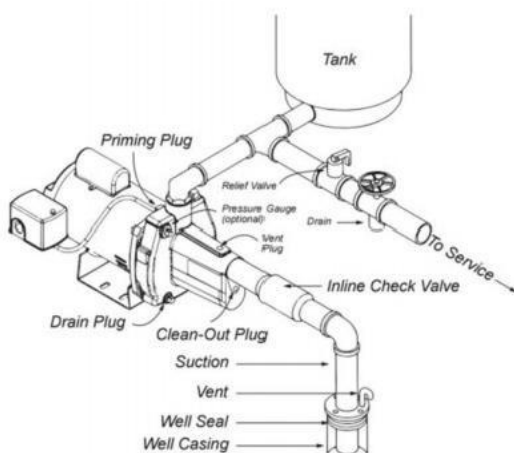

FIG. 2B GRUND VÄL(MED INLINE KONTROLLERA VENTIL)
b)Sug Pipe: Det är rekommenderade bara det ny, ren 1 -1/4 tum rör eller slang användas.Om pumpen är installerad någon märkbar avstånd bort från de källa av vatten , suget rör bör vara ökat till 1-1/2 tum. Horisontella längder av rör måste gradvis sluttning uppåt från vattenkällan till pumpen för att undvika luft fickor i de line.Th läs förening bör användas på alla rörskarvar och anslutningar skall grundligt åtdragna. En fotventil måste installeras och dess drift skall vara kontrollerade sedan en läcka kommer att förhindra korrekt funktion system.Make säker foten ventil är belägen så att det kommer vara nedsänkt hela tiden.Om en sandpunkt eller kört bra är används, installera a kontrollera ventil bredvid pumsug istället för fotventilen (Fig.2b). Alla installationer måste ha en fotventil eller en backventil i sugning rör.